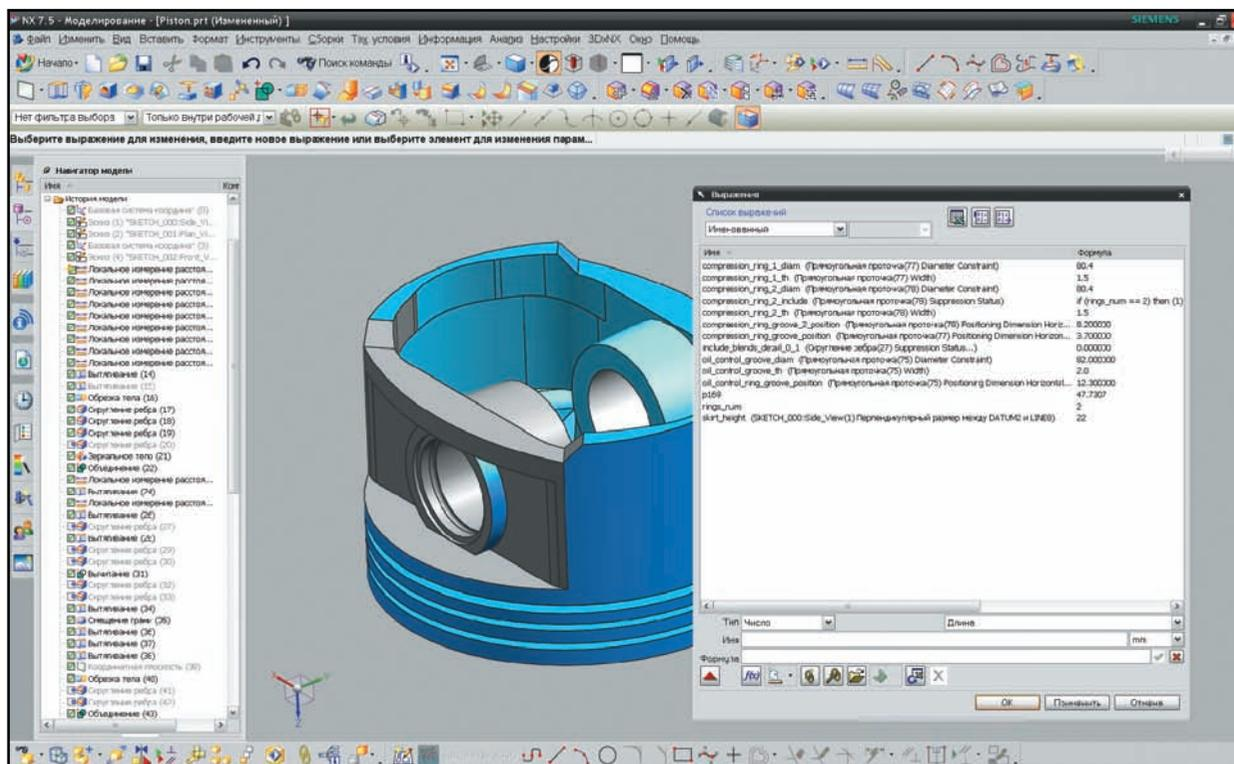

Рисунок 10.2 Модель поршня для создания шаблона
- Осмотрите открывшуюся модель (рис. 10.2). Она имеет достаточно большое дерево построения, и очевидно, что для её редактирования, не будучи автором этой модели, понадобится некоторое время, чтобы разобраться в логике построения. Если открыть окно выражений **Инструменты > Выражения (Tools > Expressions)**, то мы увидим, что в модели есть некоторый набор именованных параметров, созданный, вероятно, для управления построением модели. Естественно, при практической работе с PTS необходимо понимать логику построенной модели и назначения параметров. Поэтому автору модели, как правило, намного проще создать шаблон. В данном примере тоже будем исходить из того, что мы знаем логику построения и назначения всех управляющих параметров. Закройте модель в NX и запустите PTS. Так как PTS работает с файлом модели, то не рекомендует-